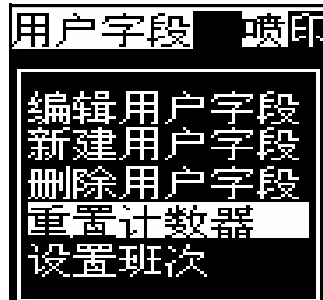

图 5-49: 选择重置计数器
- 2 选择 *Reset Counter* (重置计数器) 选项 (请参阅图 5-49)。